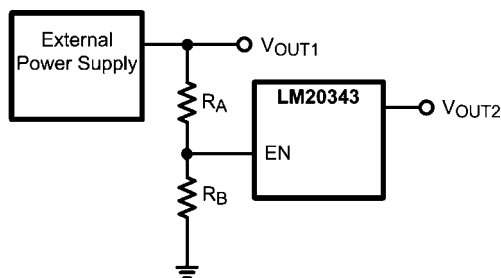

FIGURE 5. Sequencing LM20343 with Precision Enable
LM20343 は、入力電圧が 4.25V (typ) に達しない限りスイッチングしないよう、アンダーボルテージ・ロックアウト保護回路を内蔵しています。アンダーボルテージ・ロックアウト・スレッシュホールドには 350mV のヒステリシスがあり、デバイスが起動中にパワー・オン・グリッチに反応するのを防ぎます。設計ガイドラインの Figure 5 に示すとおり、必要に応じて、高精度イネーブル・ピンおよび  $V_{IN}$  に接続された抵抗分圧ネットワークを使うことにより、電源のターンオン電圧を変更できます。
LM20343 の高精度イネーブル (EN) ピンおよびパワーグッド (PGOOD) ピンを使って、多くのシーケンス要件に対応できます。Figure 5 に示すとおり、2 つの外部抵抗を使用することにより、高精度イネーブル・ピンで LM20343 のターンオンを制御できます。